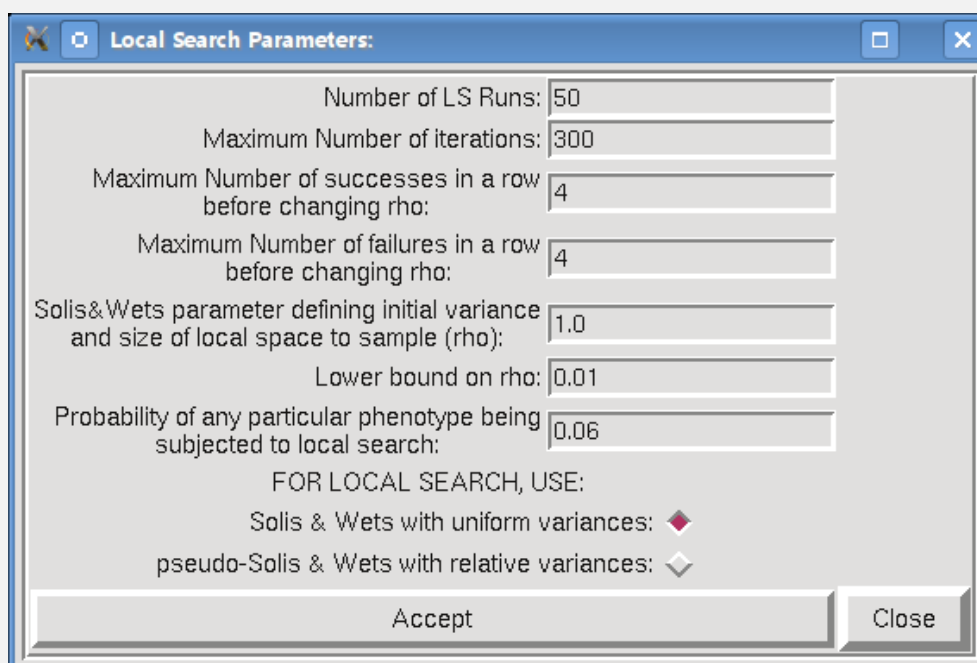

图26: **Local Search Parameters**对话框
2. ADT菜单: **Docking** → **Search Parameters...** → **Local Search Parameters...** 则可设置局部搜索算法参数 (图26) :